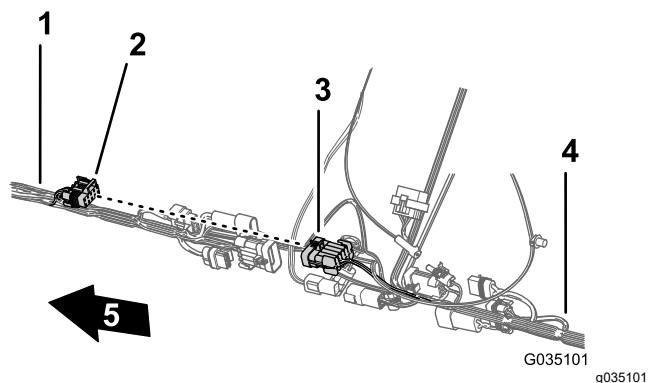

Figura 73
2. Conecte el conector hembra de 10 vías de interconexión del arnés delantero al conector de 10 pines de interconexión del arnés trasero (Figura 73).